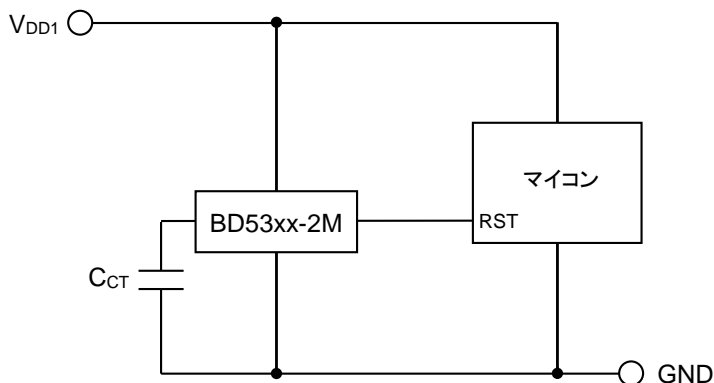

Figure.34 CMOS 出力タイプ
② マイコンの電源と検出用電源が同一( $V_{DD1}$ )の場合: CMOS 出力タイプ (BD53xx-2M シリーズ)で Figure.34 のようにお使いください。